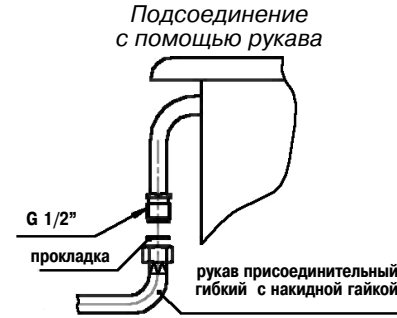

Рис. 3
6.6 Плита имеет присоединительную резьбу G 1/2". Подсоединение к газовой магистрали производится по схеме рис. 3, 4.